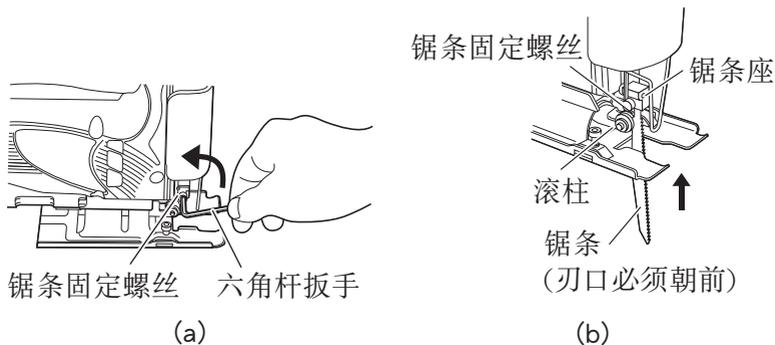

图 1
1. 如图 1(a) 所示, 用附备的六角杆扳手拧松锯条座上的锯条固定螺丝。
3. 按图 1(b) 所示方法拧紧侧固定螺丝。